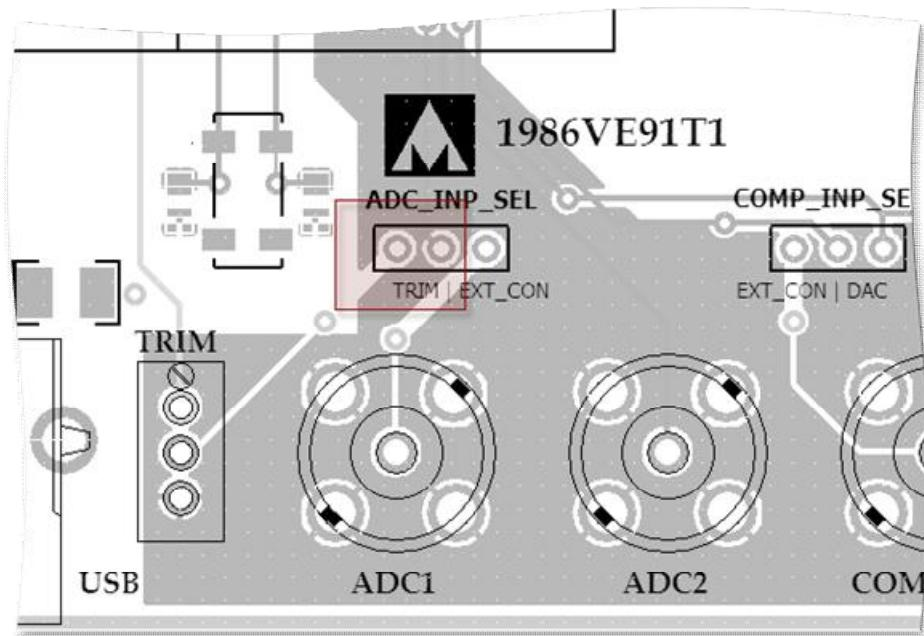

Рисунок 5.3 – Блок аналогового входа
9. Поставить перемычку ADC_INP_SEL в положение TRIM для подключения переменного сопротивления в качестве источника сигнала для АЦП (рисунок 5.3).